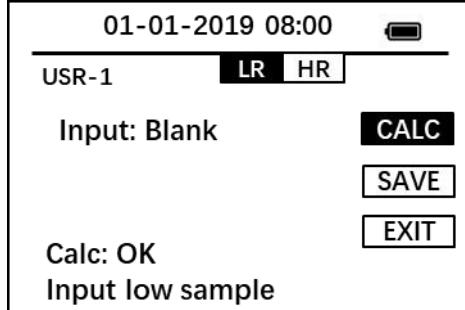

图 11 空白校准完成
2. 根据提示信息,放置空白样到样品室,按CALC键,显示Calc OK,即空白校准完成;如图11所示。
4. 根据提示信息，放置空白样到样品室，按CALC键，显示Calc OK，即空白校准完成；如图 11 所示。